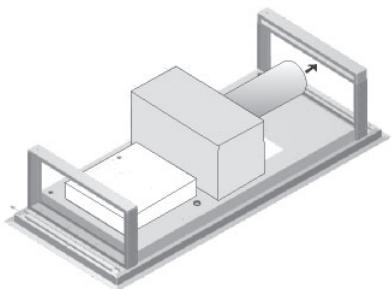

FIG.12
1. La hotte est livrée de manière à recevoir un conduit de sortie en position horizontale et est prête à installer (Fig.12).